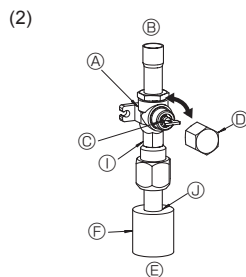

Fig. 4-7
① Togliere il cappuccio e girare la barra della valvola in senso antiorario fino a quando va con l'uso di una chiave esagonale da 4 mm. Smettere di girare quando colpisce il fermo. (Circa 10 giri)
② Let erop dat de afsluitkraan geheel open is en draai de kap terug naar de oorspronkelijke stand.
(2) Gaszijde van afsluitkraan (Fig. 4-7)
① Verwijder de dop, trek de hendel naar u toe en draai deze een 1/4 slag tegen de wijzers van de klok in om te openen.
② Zorg ervoor dat de afsluitkraan volledig is geopend, duw de hendel in en draai de dop terug naar de oorspronkelijke positie.